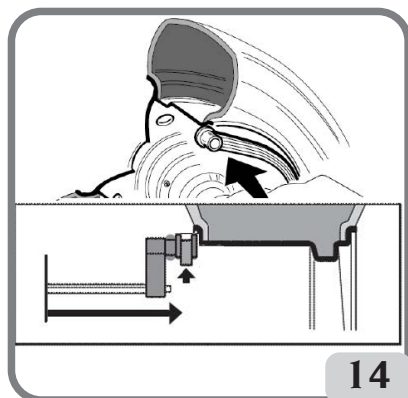
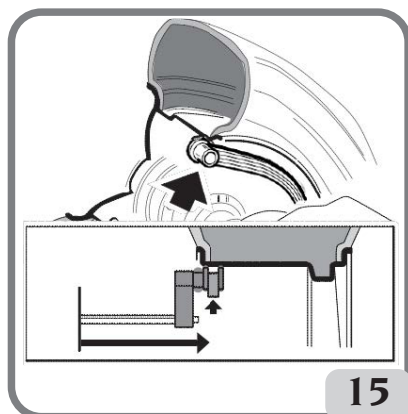

图14:ALU 2P程序类型的轮胎到机器箱体的距离值手动输入
图15:ALU 1P程序，手动输入轮辋内侧选择粘贴铅块的平面距离数值
- 使用自动测量尺来进行选择在轮辋内侧粘贴铅块的位置。在Alu 1P中，拉尺头夹铅块的中心的位置，被作为铅块中心线作为参考(参看fig15)。Alu 2P指的是轮辋边缘，因为内侧铅块是需要敲的 (参看fig14)。
-将测量尺的末端与用于施加内部重量的选定平面保持水平(图15为ALU 1P，图14为ALU 2P)。在Alu 1P中，拉尺头的中心被用作平衡块中心线的参考。在Alu 2P程序中，需要测量轮辋的边缘被作为一个参考，因为内侧平衡块是传统的敲铅块的类型。